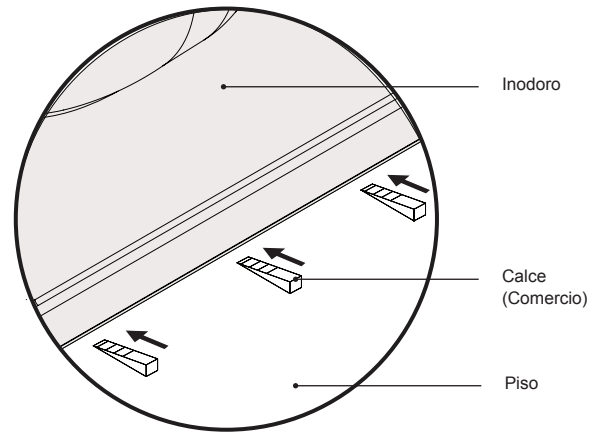

Figura 13
- 3 Introducir una cuña entre el inodoro y el piso. Utilice un martillo para forzar suavemente en su lugar (Figura 13).